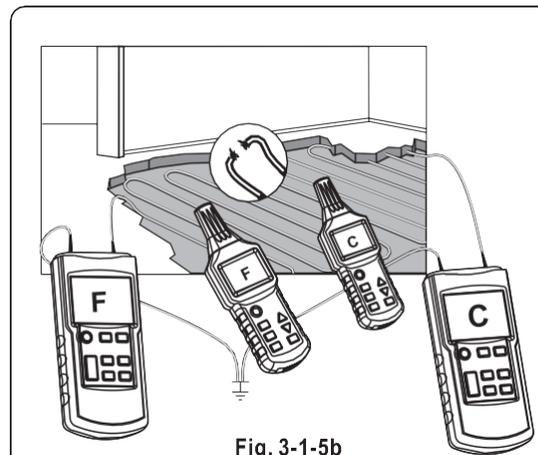

Fig. 3-1-5b
- Collegare entrambi i trasmettitori (se si utilizzano due trasmettitori) come mostrato in Fig. 3-1-5b.